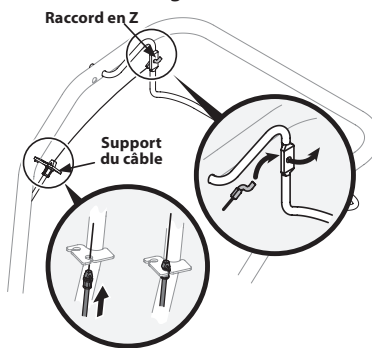

Figure 6
- Faites passer le câble d'embrayage doté du raccord noir de la marche avant dans le trou inférieur du support de câble et poussez le raccord dans le trou du support jusqu'à ce que la rainure du raccord s'emboîte facilement. Voir la Figure 6.
- Enfoncez le raccord en « Z », de l'intérieur vers l'extérieur, dans le trou de la commande d'embrayage de la marche avant. Voir la Figure 6.